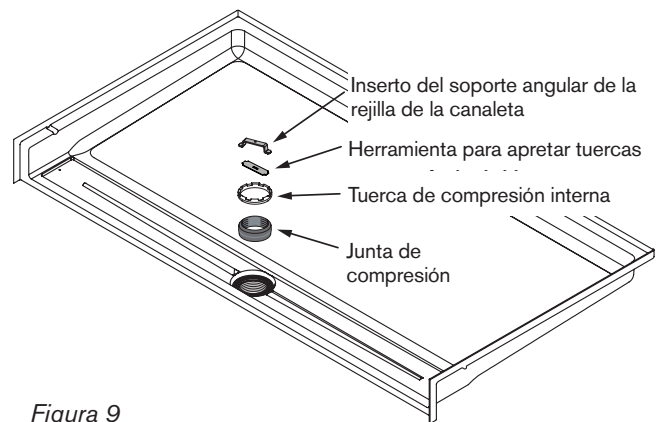

Figura 9
- 15 **INSTALACIÓN DEL DESAGÜE FINAL:** Deslice la junta de compresión interna hacia el cuerpo del desagüe y deslice sobre la tubería. **Asegúrese de que el extremo biselado de la junta de compresión interna esté hacia arriba y al ras con la superficie de la tubería.** (Figura 9)